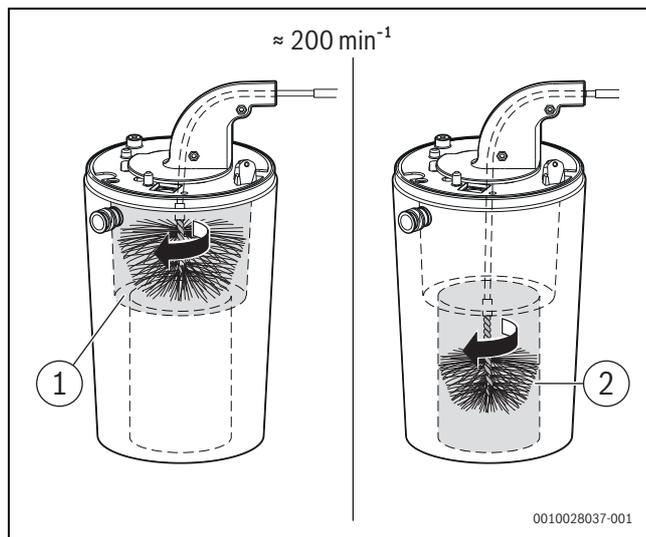

Рис. 148 Очистка теплообменника (ок. 200 min⁻¹, только правое вращение)
- ▶ Повторите действия с малой щеткой для нижней области (→ рис. 148, [2]).